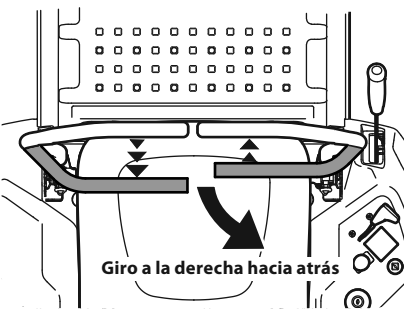

Figura 30
2. Para girar a la derecha mientras se desplaza marcha atrás, mueva la palanca de control del lado derecho hacia adelante respecto de la palanca de control de la transmisión izquierda. Consulte la Figura 30.